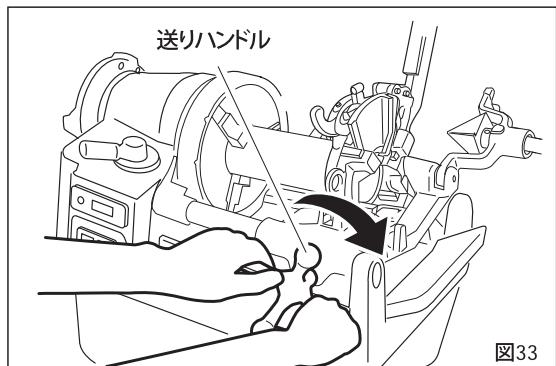

図33
②案内セットノブを矢印④の方向に押し上げて、ダイヘッドをセットの位置にしてください。スイッチを入れると、オイルはダイヘッドから自動的に注油されます。
③送りハンドルを時計方向に回して、パイプにダイヘッドを押しつけ、チーザを食い付かせてください。（図33）
④ねじが3～4山切れればあとは自動的にねじが切れ、ねじが規定の長さになると、切上げレバーによりチーザが自動的に開きます。
⑤送りハンドルを反時計方向へ回してダイヘッドをパイプから離します。